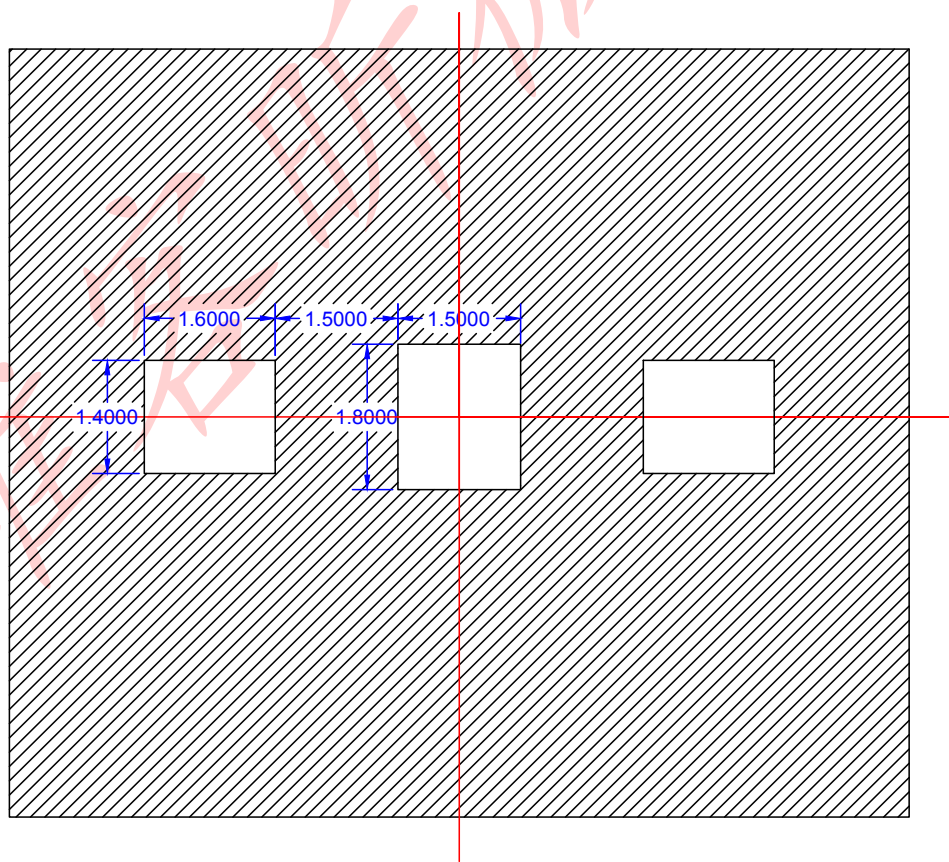
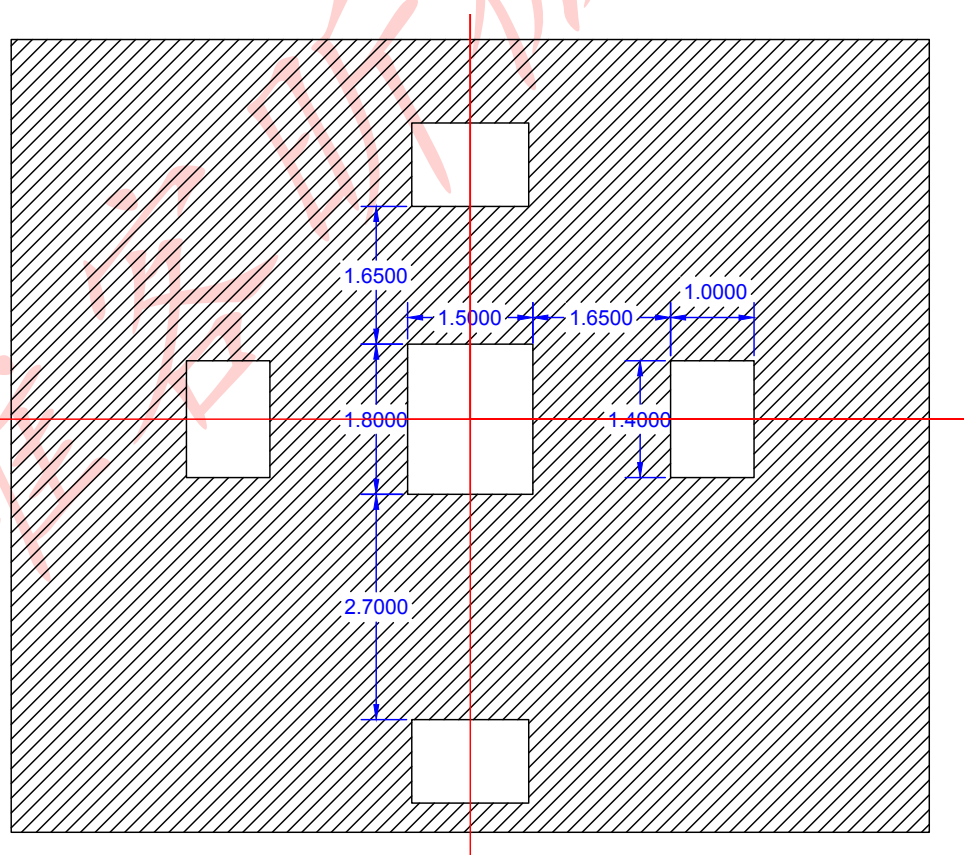

图 6 推荐方案一 2*IG_LED 布局对应丝印开窗尺寸
图 8 推荐方案二 3*GR_LED+IR_LED 布局对应丝印开窗尺寸
- 2、上图 6、图 8 丝印外部为不界定边框，要求内部开窗与图示一致；